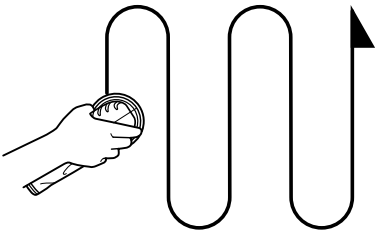

Fig. 7
- Mueva la lijadora hacia arriba y hacia abajo o en círculos avanzando gradualmente en sentido lateral. (Figs. 7 y 8)